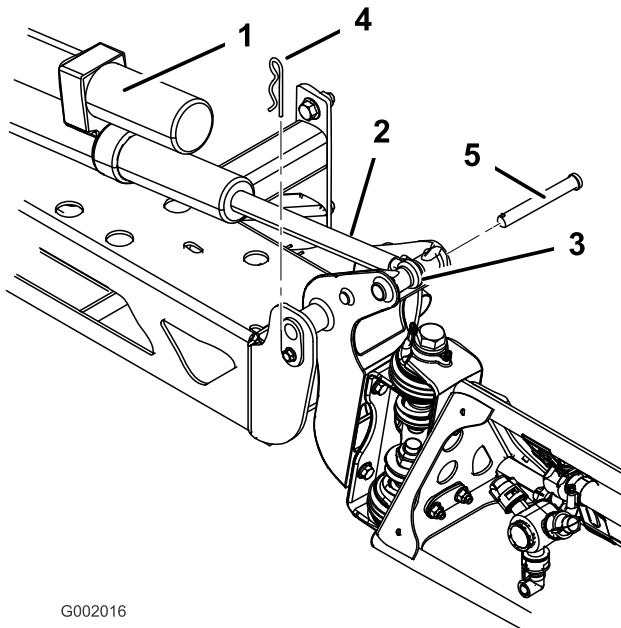

Figura 44
2. Togliete la coppiglia dal perno di articolazione (Figura 44).
il perno attraverso il perno della barra e l'asta dell'attuatore (Figura 44).
3. Sollevate la barra e togliete il perno (Figura 44). Abbassate lentamente la barra al suolo.